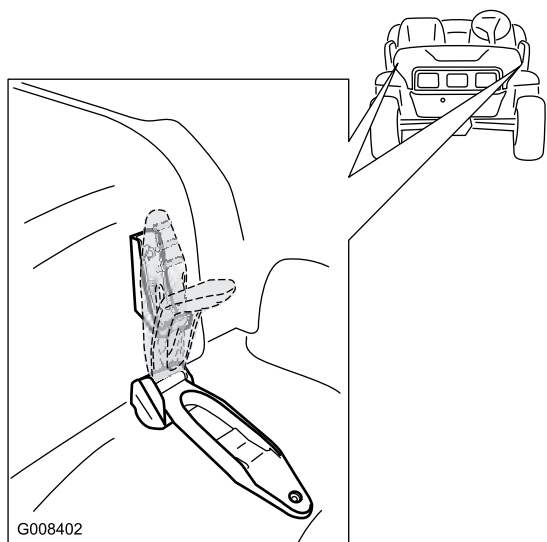

Figura 25
1. Liberte as fitas de borracha em ambos os lados do capot (Figura 25).